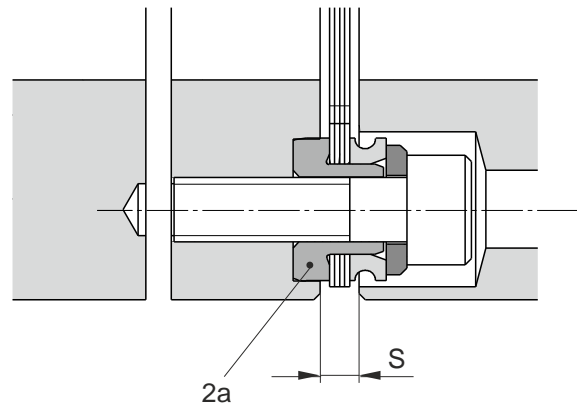

Bild 4
Das Lamellenpaket (2) ist grundsätzlich so zu montieren, dass die Bundbuchse (**Teil 2a, Bild 4**) mit der entsprechenden Passungsbohrung in der jeweiligen Nabe, Verbindungsplatte (4) oder in der Hülse (3) kombiniert wird. Aufgrund der hohen Fügekräfte (bedingt durch die Übergangspassung) ist eine Montage der Lamellenpakete nur mit Hilfe der Schraubenvorspannkraft möglich.
Um axiale Verspannungen der Lamellenpakete zu verhindern, muss das Maß "S" (siehe Bild 4 / Seite 9 und Tabelle 1) bei ausgerichtetem Winkel- und Radialversatz der Wellen eingehalten werden.